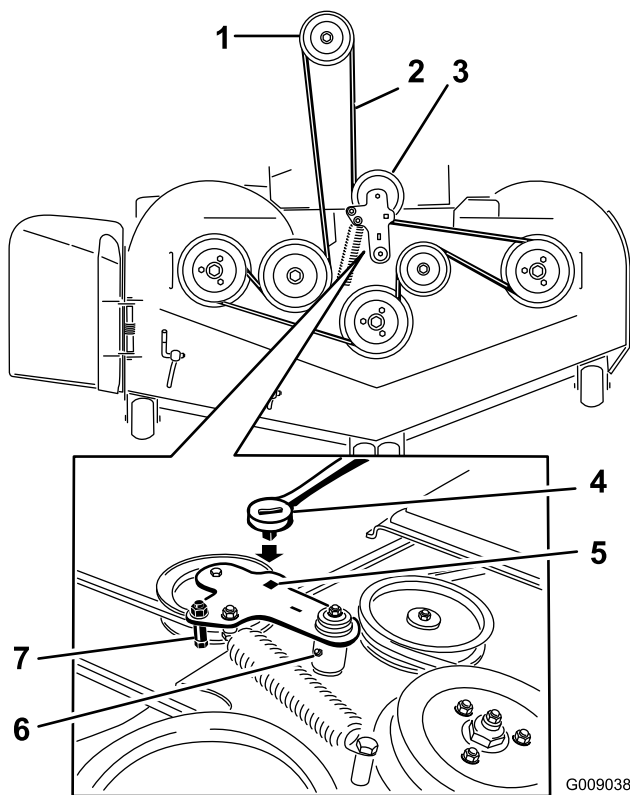

Bild 103
- Heben Sie den Fahrzeugboden an und stecken Sie eine Ratsche in das rechteckige Loch in der Mähwerkspanscheibe (Bild 103).
- Drehen Sie die Mähwerkspanscheibe nach rechts und entfernen Sie den Mähwerkriemen (Bild 103).